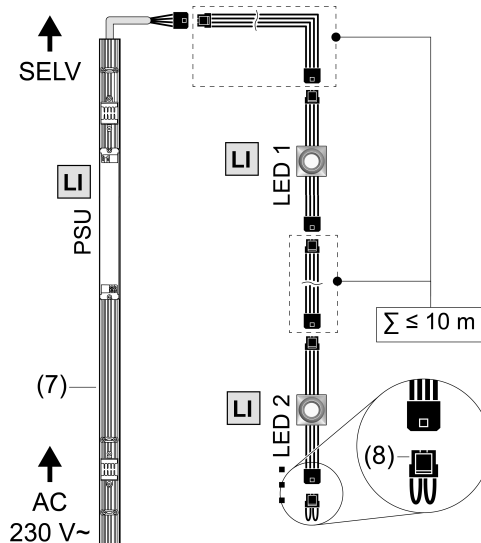

Bild 4: Anschlusskizze
- Zur Ermittlung der Anzahl Lichteinsätze pro Betriebsgerät Leistungsindex (LI) verwenden: $LI_{\min}(\text{Betriebsgerät}) \leq LI(\text{Lichteinsätze}) \leq LI_{\max}(\text{Betriebsgerät})$
- Lichteinsätze gemäß Anschlusskizze verketteten und mit einem geeigneten Betriebsgerät (7) verbinden (Bild 4).